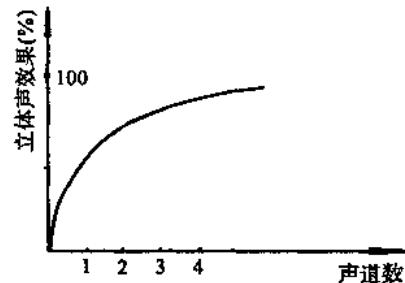

图1—1 立体声效果与声道数
(1) 单声道录音机：这是一种低档录音机，采用一个声道记录、重放信号。由于只有一个声道，所以不能重放出立体声效果，即使是使用立体声磁带放音，也无立体声效果。
(2) 双声道录音机：双声道录音机又称为立体声录音机，这是因为它能反映立体声效果。如图1—1所示是立体声效果与声道数之间的关系曲线。从中可知，只有当声道数趋于无穷大时才能百分之百反映立体声效果。当采用两个声道时，已经能够大体上反映立体声效果了。由于再增加声道数目不能大幅度提高立体声效果，而且成本会成倍增加，所以目前的立体声录音机都采用两个声道记录、重放信号，故称为双声道立体声录音机。这种录音机若采用单声道录音磁带放音，仍然不能获得立体声效果。
(3) 放音机：放音机是一种盒式机，它只能放音不能录音。最新一代的放音机，为了减小体积和重量，采用低压供电(3V或1.5V供电)。放音机都是双声道的。
(4) 收录音机：收录音机是在录音机的基础上再加入收音电路。收录音机有单声道和双声道之分，在双声道收录音机中，通常设有立体声调频收音功能。
(5) 单卡录音机：单卡录音机中只有一个机心，能录音能放音，早几年出产的机器均为单卡录音机。单卡录音机也有单声道、双声道之分。
(6) 双卡录音机：双卡录音机有两套机心，一个卡只能放音，另一个卡能录音能放音，目前生产的机器大多为立体声双卡收录音机。
(7) 录音座：录音座是指无低放电路的录音机，它用在组合音响中。录音座的性能一般都比较好。
(8) 汽车放音机：汽车放音机是用在汽车上的机器，只能放音。汽车放音的特点是抗干扰、抗振动能力较强，通常都具有A、B面连续放音功能。